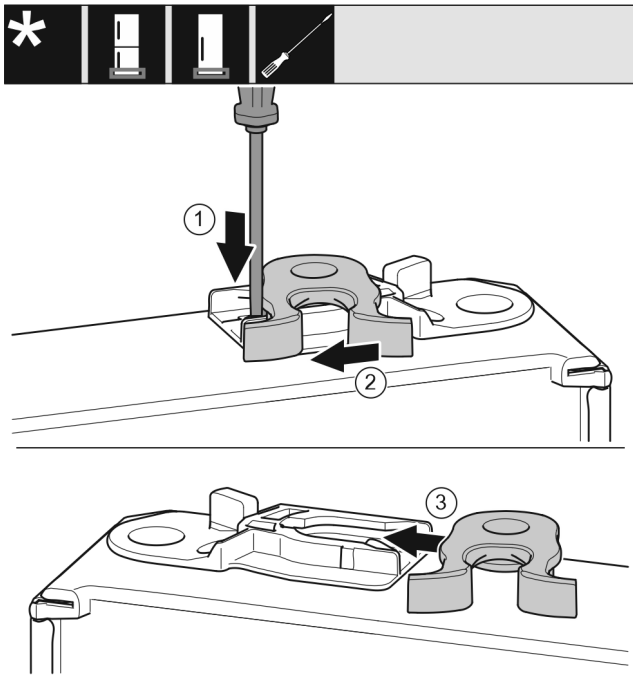

Fig. 18
- ▶ Plochým skrutkovačom zatlačte strmeň nadol. Fig. 18 (1)
- ▶ Zatvárací hák vyťahnite z vedenia. Fig. 18 (2)
- ▶ Zatvárací hák zasunúť na druhej strane do vedenia. Fig. 18 (3)